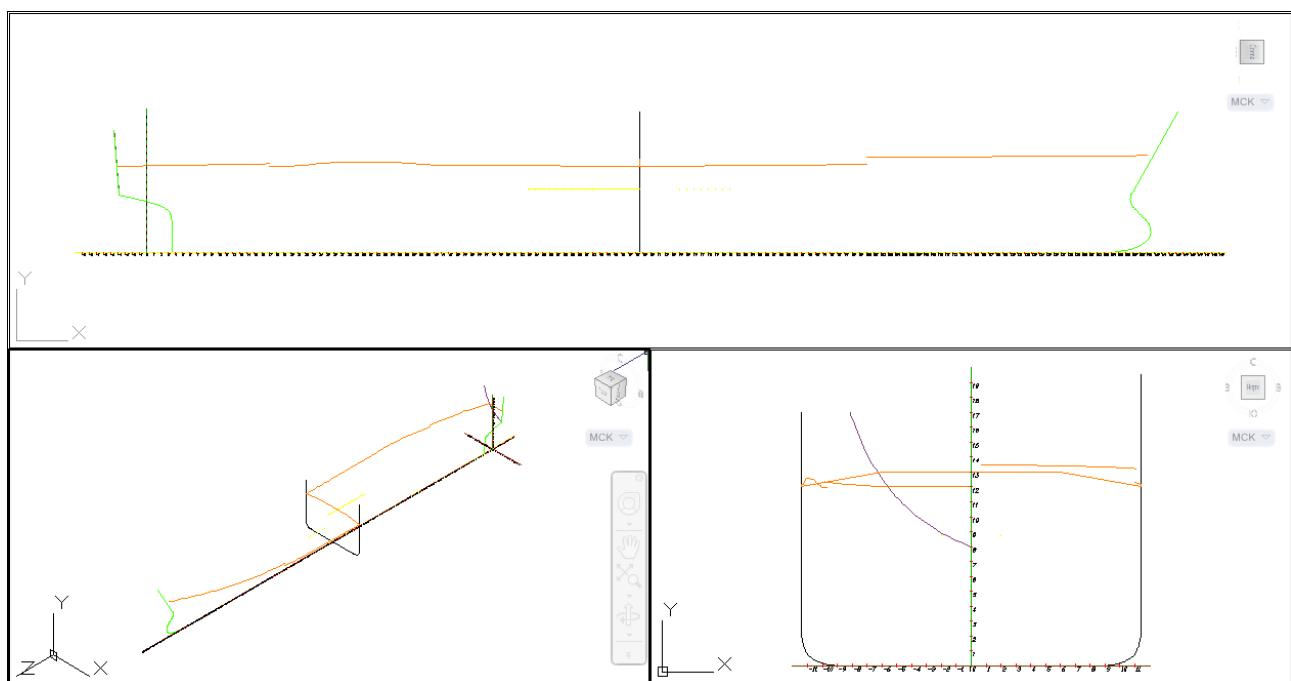

Рисунок 38. Конфигурация ТВК
- TVK для трехэкранной конфигурации (сверху — вид BOK, снизу слева — вид TZ, снизу справа — вид KOR, рисунок 38);